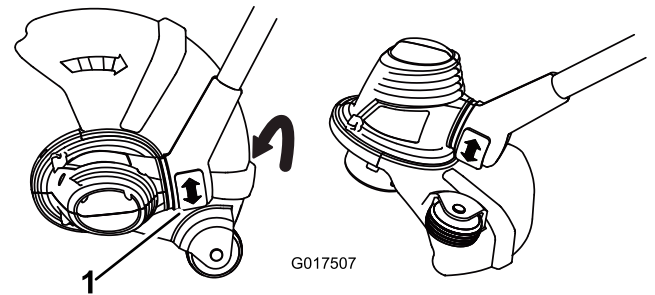

Figura 5
- Para ajustar la orientación de la base, presione hacia abajo sobre el botón de giro situado en la base del mástil, luego gire la base a la orientación deseada (Figura 5).